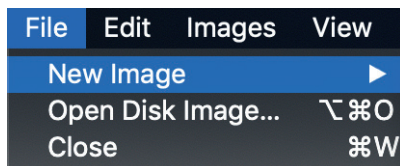

Рис. 5.10. Меню New Image
- В панели меню выберите **File** (Файл), затем **New Image** (Новый образ) (рис. 5.10).